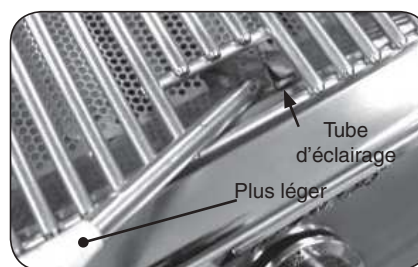

Fig. 18-2 - Éclairage manuel
2. Passez un allumeur brûlant de butane de long-baril ou une allumette brûlante de long-tige dans la grille à cuire s'ouvrant au dessus du tube d'éclairage. (Fig. 18-2). Pour des backburners, tenez la flamme contre le surface du backburner. Pour des brûleurs à charbon de bois, tenez la flamme près du brûleur.
4. Si le brûleur ne s'allume pas, enfoncez immédiatement le bouton et tournez la valve à AU LOIN. ATTENDEZ CINQ (5) MINUTES avant de répéter les étapes 2 à 4 des instructions manuelles d'éclairage.